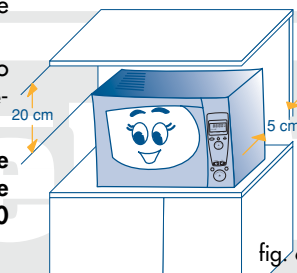

fig. 6
- 1) Estrarre il forno dall'imballo, rimuovere la protezione contenente il piatto rotante (H), il relativo supporto (I) e tutti gli accessori. Verificare che il perno del piatto rotante (D) sia inserito correttamente nell'apposita sede al centro del piatto rotante.
- 5) Dopo aver posizionato l'apparecchio sul piano di lavoro, verificare che rimanga uno spazio di circa 5 cm tra le superfici dell'apparecchio, le pareti laterali e la parte posteriore, ed uno spazio libero di almeno 20 cm. sopra il forno (fig. 6).